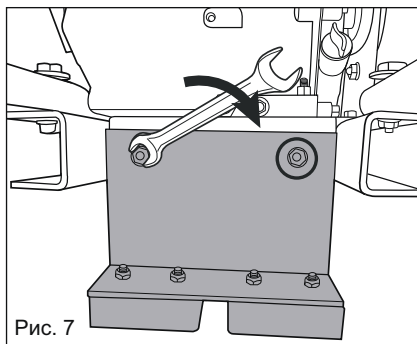

Рис. 7
1. Совместите отверстия в скобе крепления подножки (8) с отверстиями в раме основания (9) и закрепите на месте двумя болтами с гайками из комплекта крепежа скобы подножки (21). Гаечным ключом на 12 мм надежно затяните обе гайки (рис. 7).